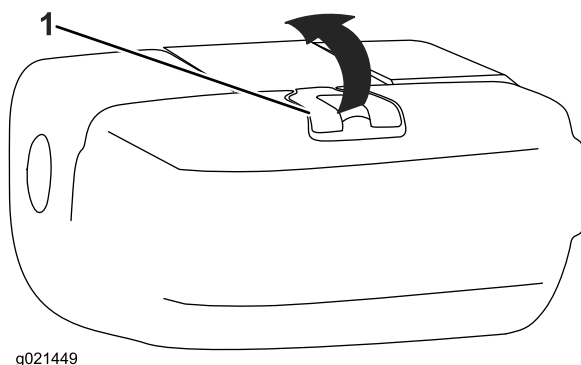

Figura 16
2. Limpe a área ao redor da tampa do tanque de combustível e a remova (Figura 16).